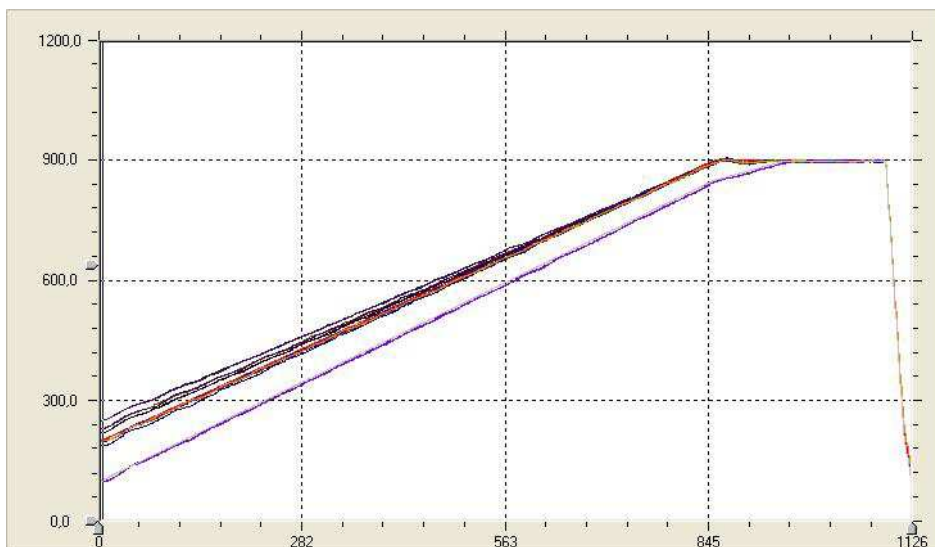

Figura 3.18b – Utilizzo dell'offset iniziale
- **“Offset iniziale”**: Permette di inserire, per ciascun canale, un offset rispetto al valore *“Set Point Iniziale del profilo principale (SP1)”* oppure *“Set Point Iniziale del profilo ausiliario (SP2)”*. Mediante questo parametro è quindi possibile creare partenze differenziate sui vari canali (figura 3.18b).